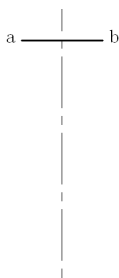
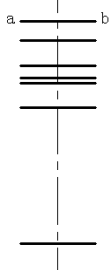
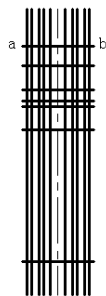

图 3-61 绘制中心线
图 3-62 偏移直线
图 3-63 偏移竖直中心线
(3) 绘制图形
❶ 将“中心线”图层设置为当前图层。单击“默认”选项卡“绘图”面板中的“直线”按钮，沿竖直方向绘制一条中心线。将“轮廓线”图层设置为当前图层，以绘制的竖直中心线为对称轴，绘制一条长度为 30 的直线 ab，效果如图 3-61 所示。
❷ 单击“默认”选项卡“修改”面板中的“偏移”按钮，选择图 3-61 中直线 ab 向下偏移，偏移距离分别为 8、18、23、25、35、90，效果如图 3-62 所示。
❸ 再次单击“默认”选项卡“修改”面板中的“偏移”按钮，将图 3-62 中的竖直中心线分别向左、右偏移，偏移距离依次为 3、6、8、11、13，并将偏移后的直线转换到“轮廓线”图层，效果如图 3-63 所示。